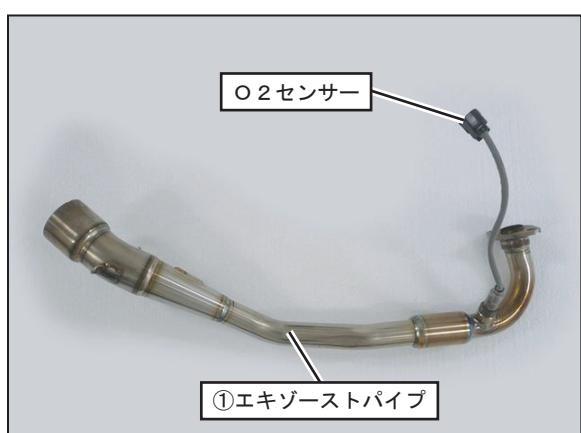

FIG. 5
5. 純正マフラーからO2センサーを取り外し、①エキゾーストパイプに取り付けて下さい。（FIG. 5参考）